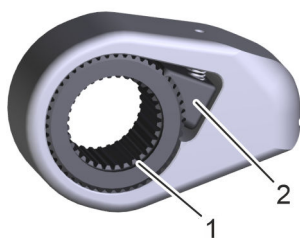

Fig. 36 : levier à cliquet
- 11.** ➤ Nettoyer et lubrifier les dentures du segment d'entraînement (Fig. 36 /2) et de la douille cannelée (Fig. 36 /1).